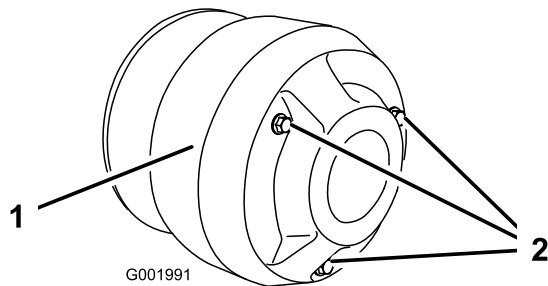

Figure 57
- Retirez les trois boulons de fixation du couvercle de l'embrayage et déposez le couvercle (Figure 57).